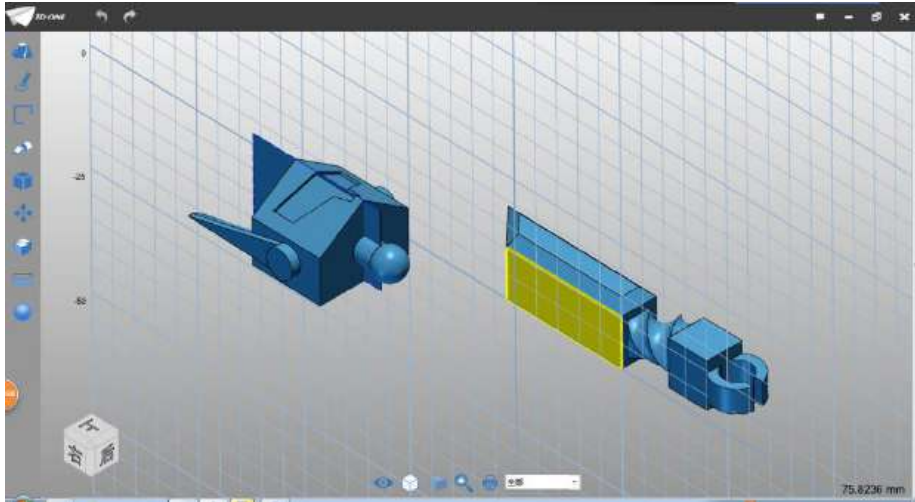

图 3-29
Step 29 选择圆命令，绘制平面选择如下图 3-29 所示：